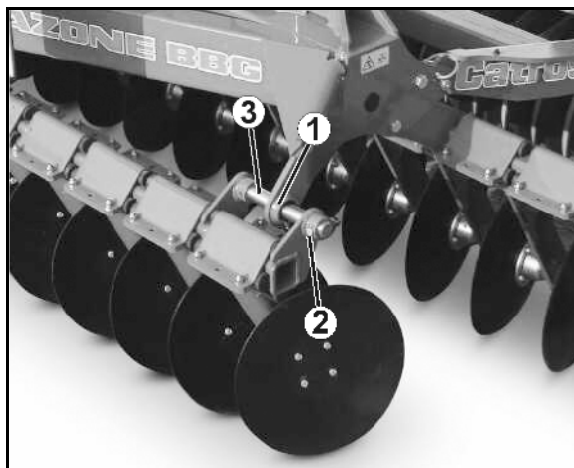

Рис. 66
Для замены подвижной опорной штанги (Рис. 66/1) поставьте разложенный агрегат так, чтобы не было нагрузки на подвижную опорную штангу.
- 1. Ослабьте резьбовое соединение (Рис. 66/2) смещающегося вала (Рис. 66/3).